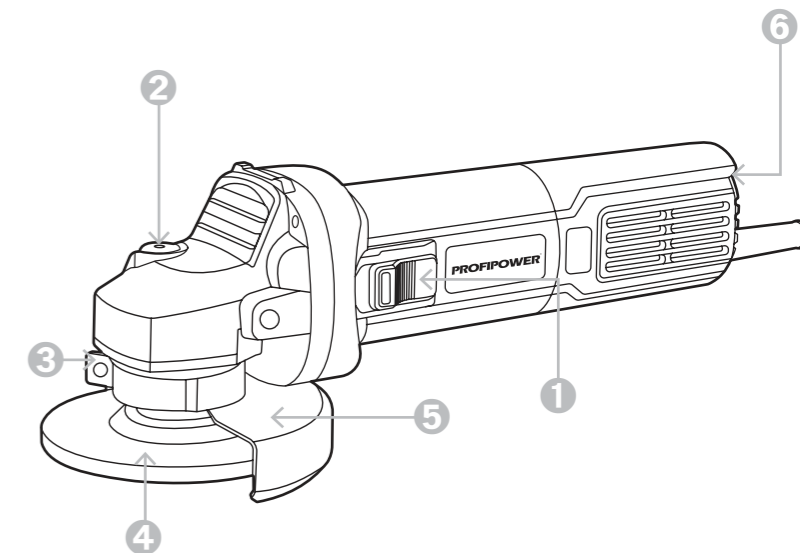
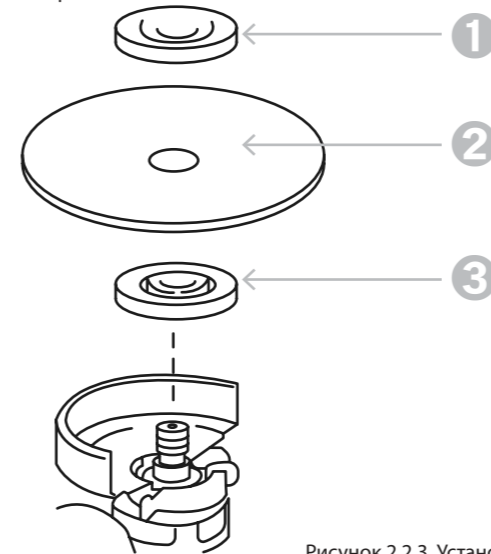

Рисунок 1.1. Устройство инструмента
Рисунок 2.2.3. Установка оснастки
❶ Снимите наружный прижимной фланец «3» (рисунок 2.2.3.).
❷ Установите на изделие соответствующую оснастку «1», в зависимости от вида работы (шлифование, отрезание), совместив отверстие в оснастке с выступом внутренней шайбы «2» (рисунок 2.2.3.).
❸ **ВНИМАНИЕ!** При установке оснастки следуйте указаниям по направлению её вращения.
❹ Закрутите наружный фланец «3».
❺ Заблокируйте шпиндель, нажав кнопку «2» (рисунок 1.1.), и крепко затяните наружный прижимной фланец ключом.
❻ Для снятия оснастки нажмите кнопку блокировки «2» (рисунок 1.1.) и прилагаемым ключом открутите фланец.
ЗАПРЕЩЕНО! Не включайте блокировку «2» (рисунок 1.1) при вращающемся шпинделе. Это может привести к повреждению инструмента. Нажмите на кнопку блокировки для предотвращения вращения шпинделя при установке или снятии оснастки.